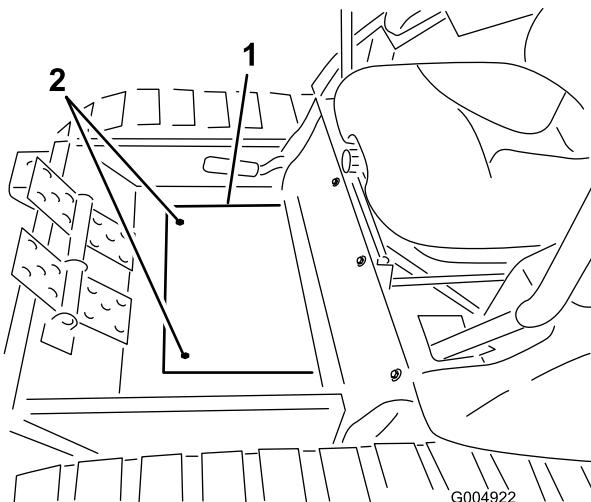

Figura 33
3. Retire los dos tornillos que sujetan la tapa de la chapa de suelo del bastidor de invierno al suelo, y retire la chapa (Figura 33).